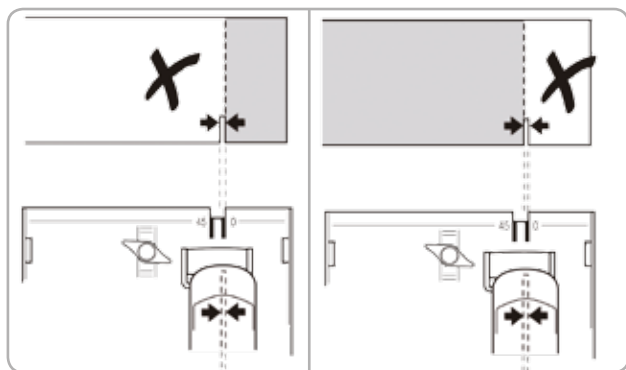

Fig.10
- Faceți întotdeauna mai întâi tăieri de test pentru verificarea linii efective de tăiere Fig 10